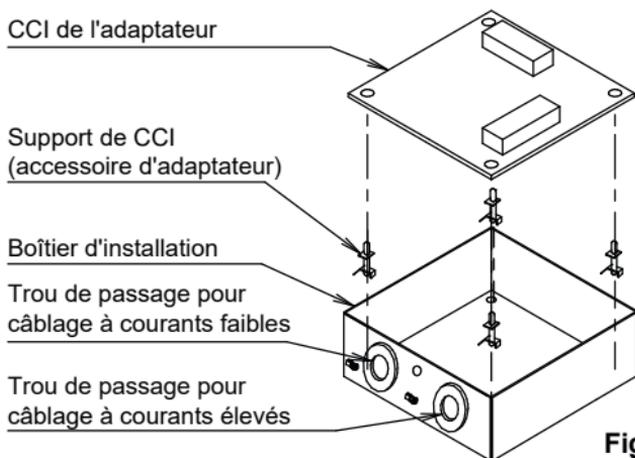

Figure 2
- II. Installez la CCI de l'adaptateur sur le boîtier d'installation à l'aide des supports de carte de circuit imprimé (4 pièces) (reportez-vous à la Figure 2).